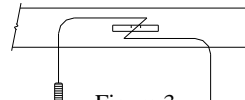

Figure 3
4. À l'aide des fils de tirage fournis, acheminer les espaceurs et les boulons de carrosserie jusqu'à leur position (deux longerons). Laisser le fil de tirage lié aux pièces de visserie. Remarque : La manœuvre sera facilitée si le boulon et l'espaceur ne sont pas engagés lors de leur insertion dans le cadre (voir l'illustration). Voir la figure 3.